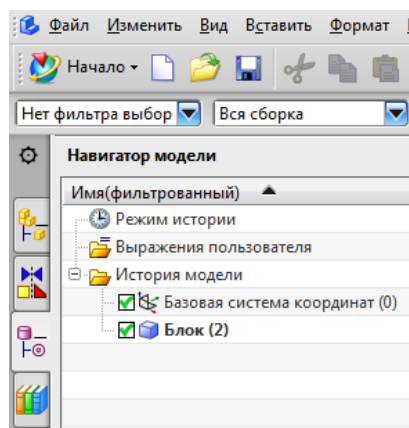

рис.82
- Пиктограмма *навигатора модели* в NX 10.0 находится в панели ресурсов (рис.82).